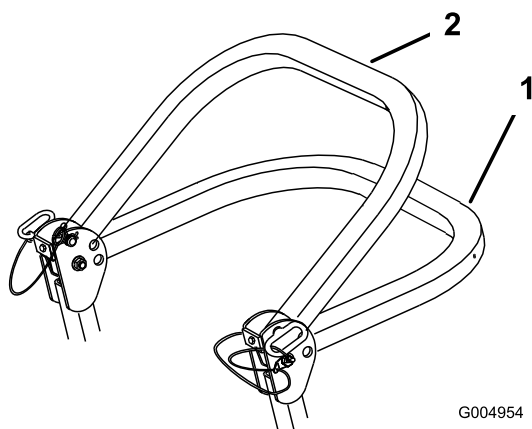

Figure 8
2. Descendez l'arceau de sécurité à la position abaissée. La position abaissée est à 2 niveaux. Voir Figure 8.